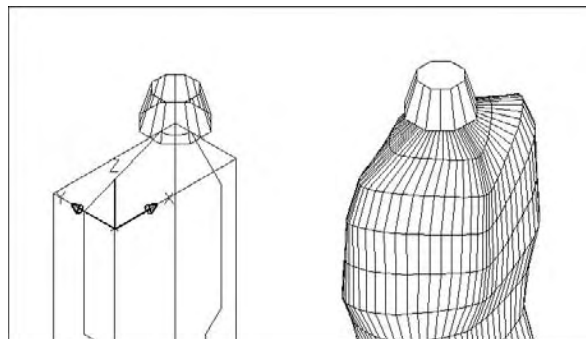

Fig.6.30
- 14 Reliez les deux courbes par un maillage à surface en arête (Edge Mesh) et transformez le polygone supérieur en région pour couvrir le maillage (fig.6.30).